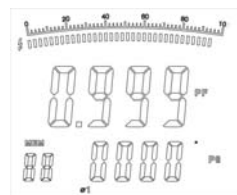
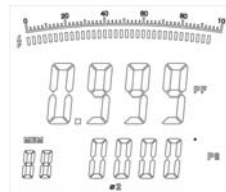
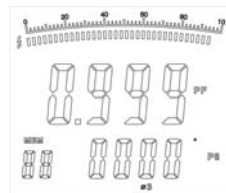

图18
图19
图20
- 测量三相四线制操作请参照: 图18, 图19, 图20, 按SEL键选择第一相, 如图18。
按SEL键选择第二相, 如图19:
按SEL键选择第三相, 如图20: